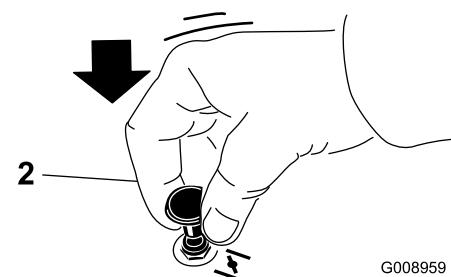

Figura 16
2. Puxe a alavanca do ar para cima para accionar o estrangulador antes de utilizar o interruptor de ignição (Figura 16).
3. Empurre a alavanca para baixo para desactivar o estrangulador após o motor ter arrancado (Figura 16).